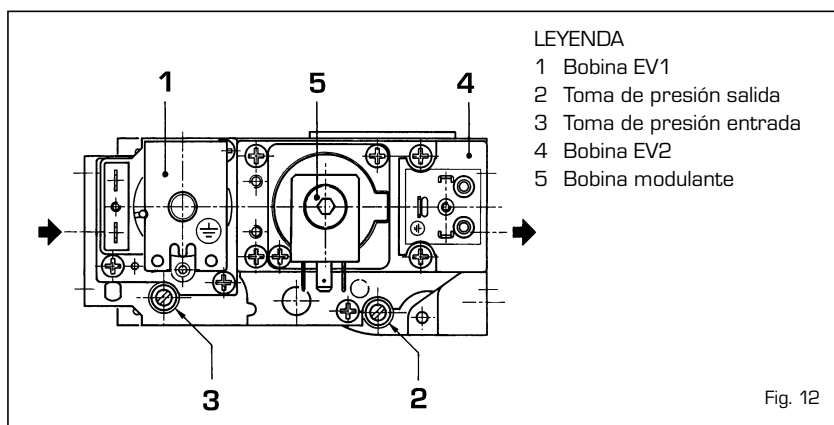

Fig. 12
Las calderas "26/80 CE IONO" se producen de serie con válvula gas HONEYWELL VR4605CA con su grupo bobina (fig. 12).
Para efectuar la regulación de la presión de A.C.S. actuar de la manera siguiente (fig. 12/a):
Para efectuar la regulación de la presión de calefacción actuar de la manera siguiente (fig. 12/a):
- Para los modelos "26/80 CE IONO" aflojar la contratuerca (1 fig. 12/a) y atornillar el racor (3 fig. 12/a). Apretar la contratuerca (1 fig. 12/a) y regular la presión a la entrada de la válvula a 30/37 mbar, según el tipo de gas, actuando sobre el reductor de presión colocado externamente a la caldera; a este punto la regulación del sanitario está hecha. Para regular la potencia de calefacción a la potencialidad real requerida por la instalación, proceder según se indica al punto 4.3.2.